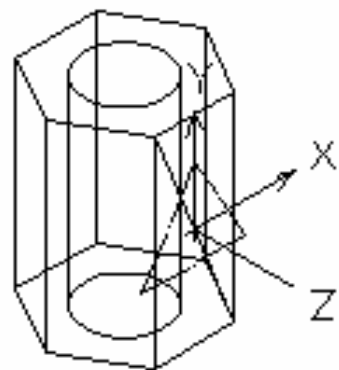

Рис. 4.8
- задать опцию размещения **В**писанный (**I**nscribed – задана по умолчанию) – нажать **Enter** – рис. 4.8;